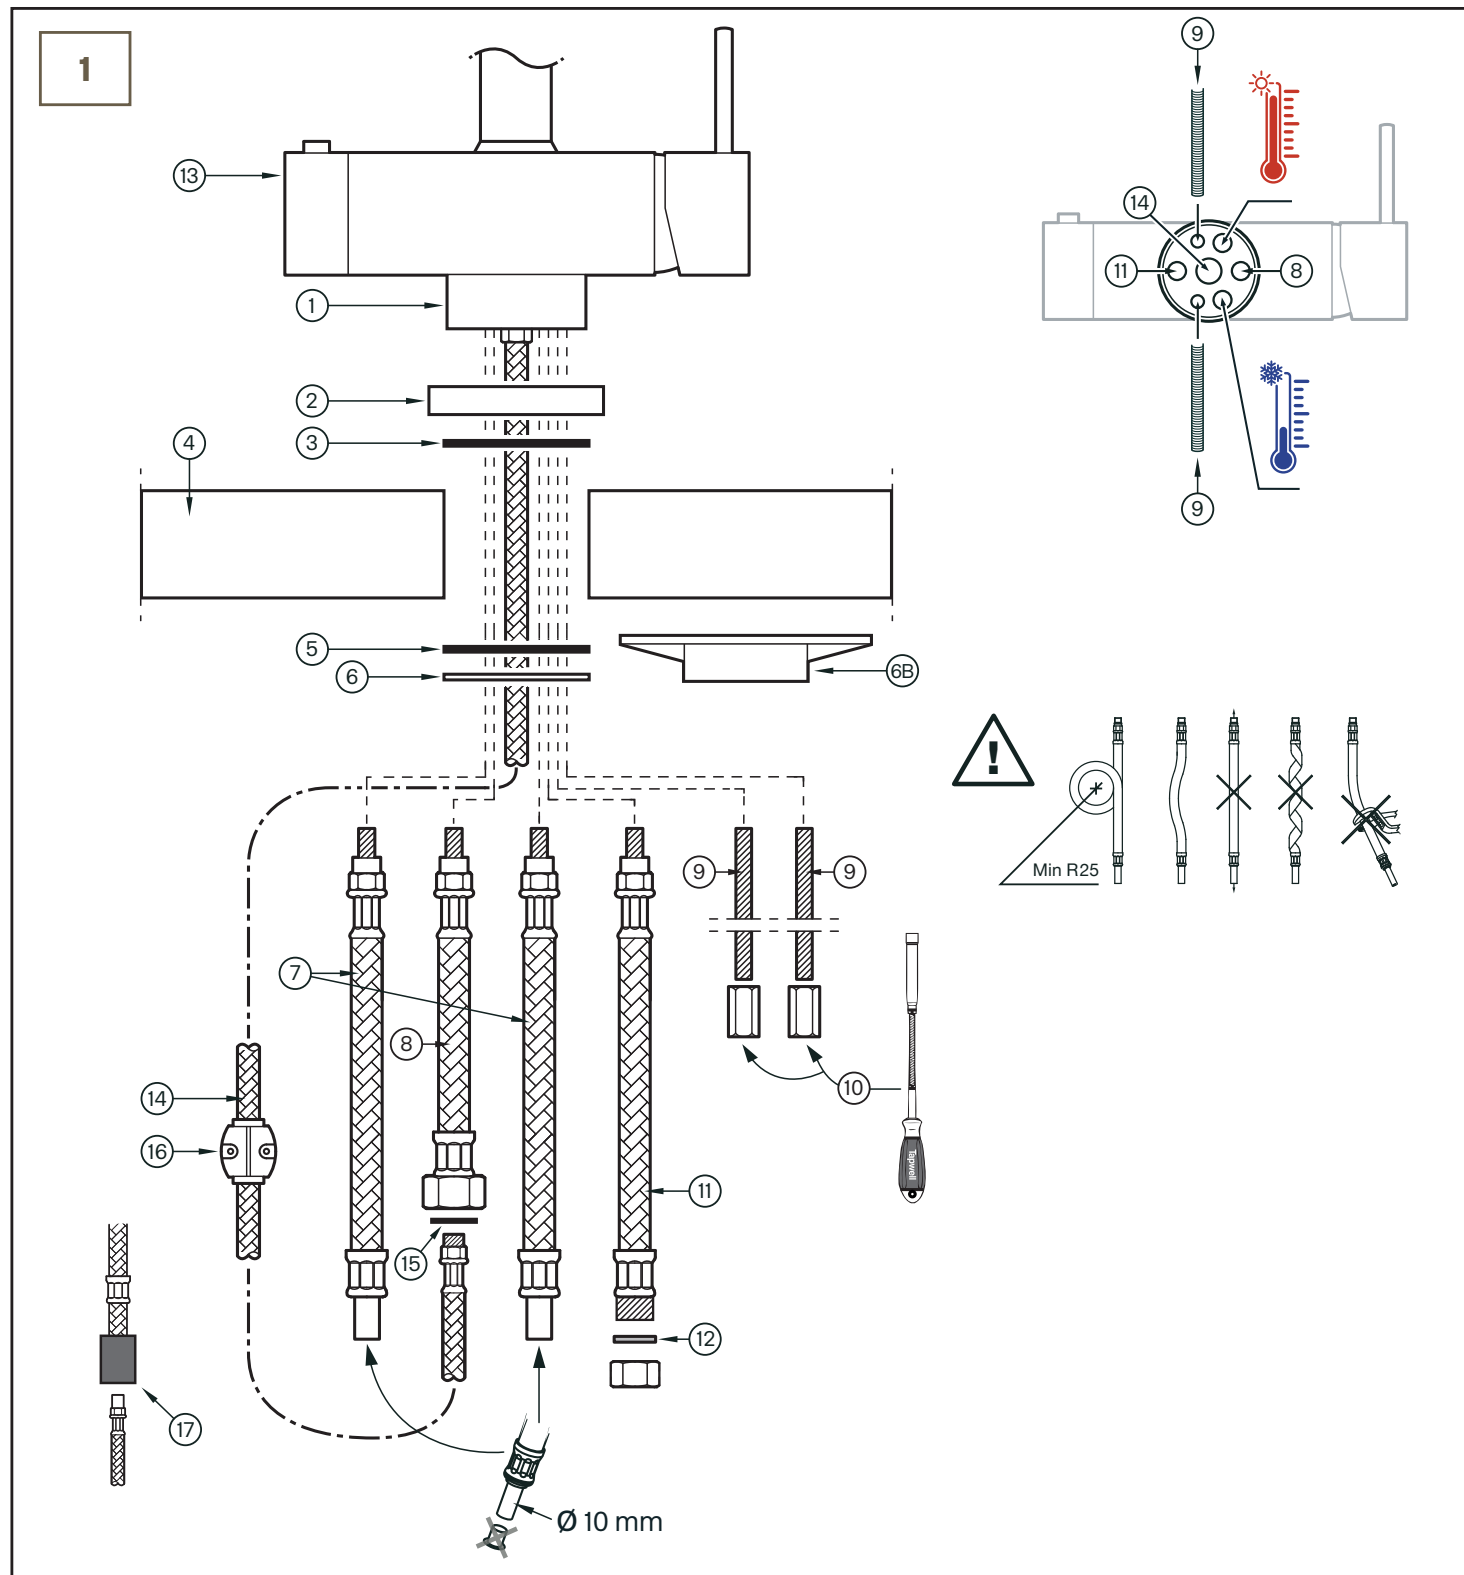

Bild 1, Sprängritning med förteckning över detaljer som ingår i leverans och anvisningar för montering:
3. O-ring för tätning mot bänkskiva. Ska placeras i spår i täckbrickan (2).
5. Gummipackning. Ska läggas mellan bänkskivan (4) och plåtbrickan (6).
6. Plåtbricka för stabilisering av blandaren mot bänkskivan. Ska användas om bänkskivan består av stabilt material. Gummipackningen (5) och plåtbrickan (6) ersätts av stabiliseringsplattan (6B) om bänkskivan består av enbart rostfri plåt utan förstärkning.
7. Flexibla rör för anslutning till fastighetens tappvattensystem. Blåmarkerat rör för kallvatten, rödmarkerat för varmvatten. Rören skruvas fast i blandaren med handkraft till stopp och utan smörjmedel. Monteras i blandarens undersida enligt bild 1. Stödhylsor ska inte användas i rörens slätändar.
8. Förlängningsrör för den utdragbara utloppspipen. Monteras i blandarens undersida enligt **Bild 1** och dras fast med handkraft till stopp.
9. Gängstänger för montage av blandaren i bänkskivan. Monteras i blandaren enligt **Bild 1**.
10. Muttrar för fastdragning av blandaren. Dras åt tills ett stabilt montage av blandaren uppnås. Särskild skruvmejsel på bild 1 rekommenderas (medföljer ej).
11. Flexibelt rör för eventuell maskinanslutning. Monteras i blandarens undersida enligt **Bild 1** och dras fast med handkraft till stopp. Anslutningsröret har dim G15 och levererar kallvatten. Kan inte ändras till varmvatten.
15. Sammankoppling av förlängningsröret (8) och den utdragbara utloppspipen (14) med packningen (15) på plats. På senare typer av blandare är sammankopplingen ändrad till snäppkoppling (17).
16. Motvikt för den utdragbara utloppspipen. Motvikten ska monteras så att den hjälper till att dra tillbaka röret (14) efter att utdragsmöjligheten utnyttjats. Skruvarna för sammandragning av motvikten ska inte dras åt så hårt att slangen deformeras.